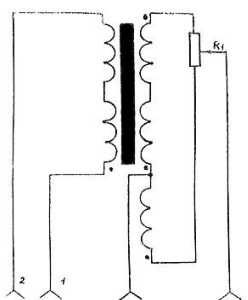

Рис. 2. Схема электрическая принципиальная
На **дифманометре ДМ-3583М** установлен дифференциальный трансформатор, который состоит из первичной (компенсационной) и вторичной обмоток, размещенных на общем корпусе и защищены экраном. Защитный экран включает в себя две составляющие: неподвижный корпус 15, подвижный колпачок 14. Представленная конструкция позволяет настраивать дифманометр с минимальной нелинейностью выходной зависимости, это настраивается плавным перемещением колпачка 14 по оси катушки. После настройки, в ходе которой получают минимальную нелинейность выходной характеристики, положение колпачка 14 фиксируется винтами 13. При настройке пределов измерения выходных сигналов используют потенциометр (переменное сопротивление R1) (Рис.2)
3. Если необходимо подключить дифманометр ко вторичному прибору, смотрите схему (рис. 2)